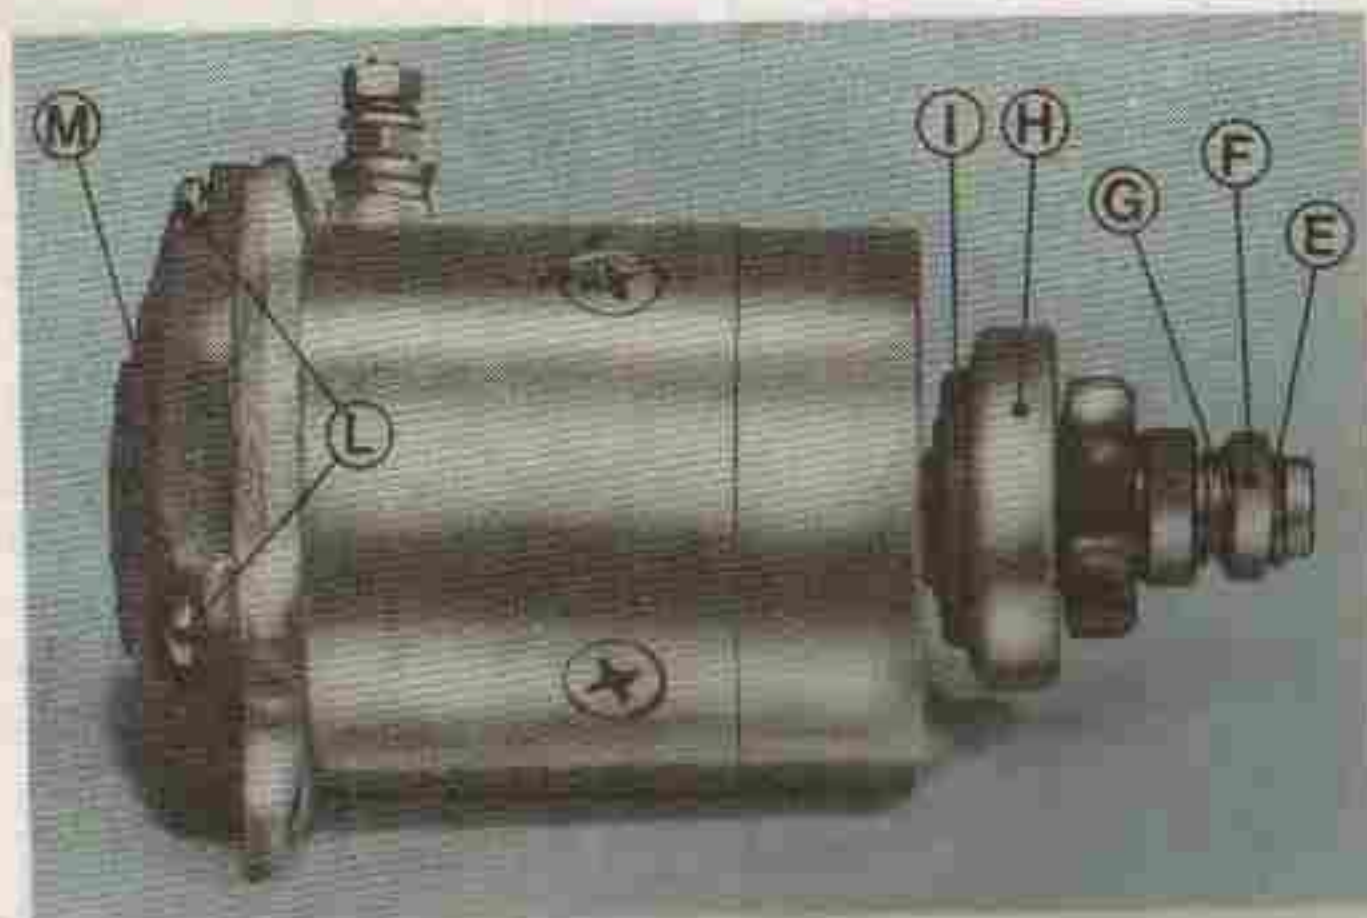

Fig. 8 D
2. Fig. 8 D. Desmontar el anillo elástico «E», el anillo de apoyo «F» el muelle «G», hasta extraer el piñón completo; rueda libre «H» (ver figura).
Advertencia: La junta «I» (Fig. 8 D), al remontaje debe ser siempre sustituida por una junta nueva, que deberá ser adecuadamente encolada (emplear cola LOCTITE IS 495 o sus equivalentes).
Sustitución de las escobillas (Fig. 8 D): Desmontar la tapa motor «M», desatornillando los tres tornillos de fijación «L»; a continuación sustituir las escobillas.
Sustitución del inducido: Retirar los tres tornillos de fijación «L» de la tapa motor (Fig. 8 D), desmontar el portaescobillas y las escobillas, ejecutar las operaciones de los puntos 1 y 2 del párrafo sustitución del piñón rueda libre, y seguidamente extraer el inducido.
Después de haber lubricado los dos casquillos de agujas e insertado un inducido nuevo, montar de nuevo el porta-escobillas, las escobillas y la tapa «M» (Fig. 8 D). Completar el montaje y fijar el capuchón protector como se indica en el punto 3.